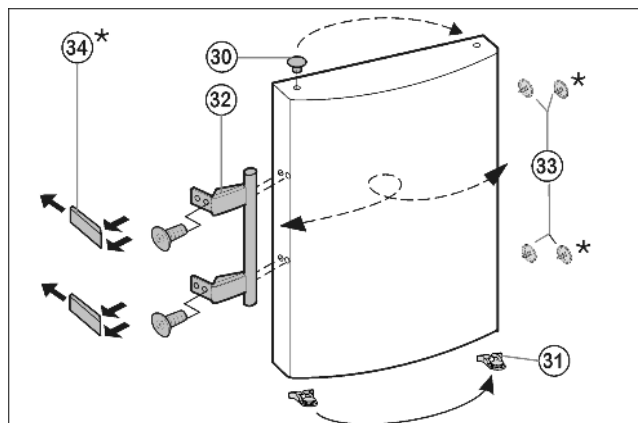

Fig. 8
- Zátky *Fig. 8 (30)* vyjměte z pouzdra ložisek dvířek a přemístěte je.
- Madlo dveří *Fig. 8 (32)*, zátky *Fig. 8 (33)* a krycí destičky* *Fig. 8 (34)* odmontujte a přemontujte na protější stranu.